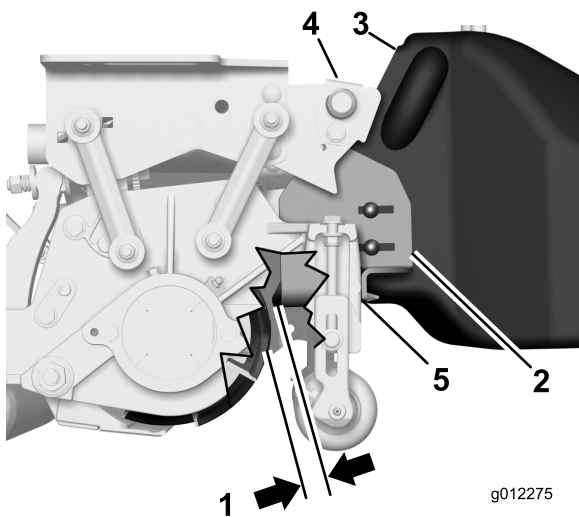

Figura 15
- En cada extremo del recogedor, afloje las tuercas de los pernos de cuello cuadrado que fijan los soportes de tope del recogedor al recogedor (Figura 15).
- Coloque el recogedor paralelo a la unidad de corte con una holgura mínima de 6 mm entre el borde del recogedor y el molinete (Figura 15).